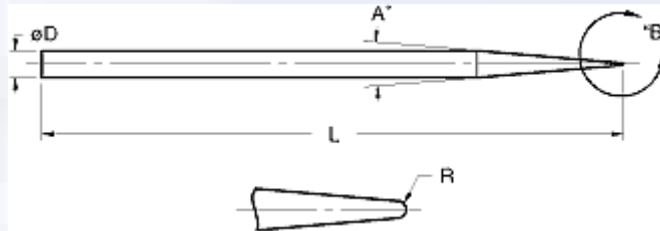

图 3
3. 顶针半径 $R \geq 50\mu\text{m}$ ，如图 3